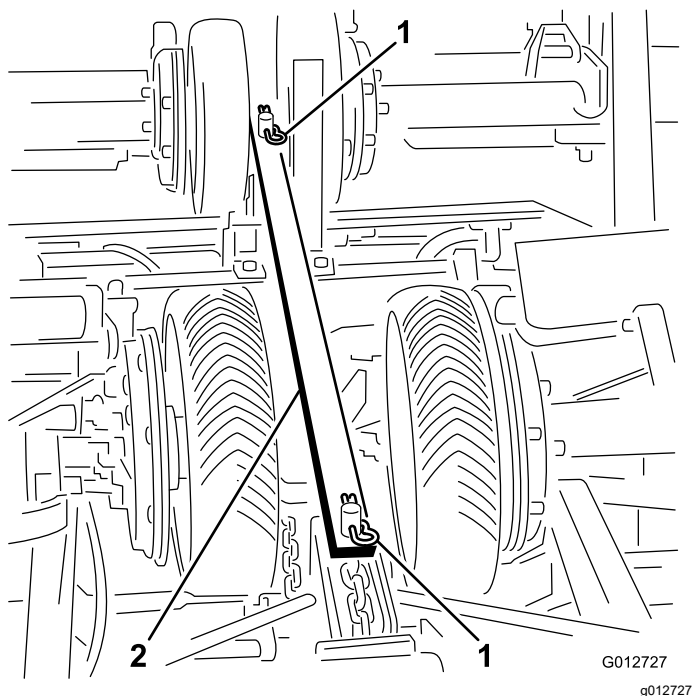
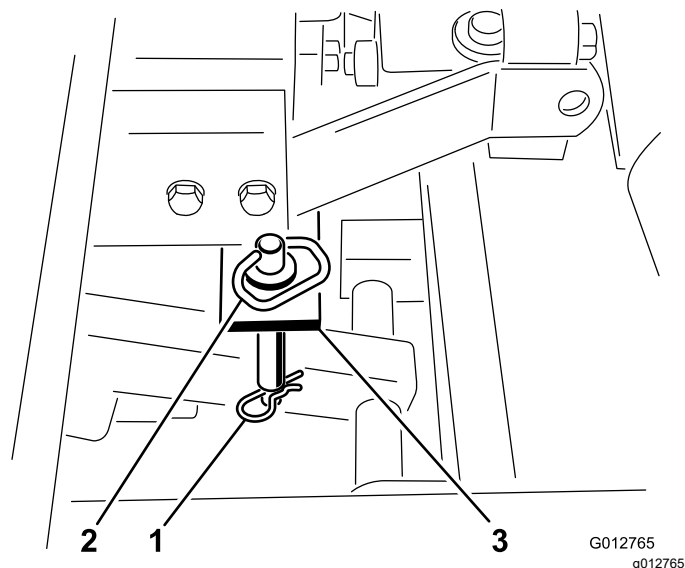

图 19
图 21
1. 卸下将运输箍带固定到中心机架槽的发卡销然后提起箍带图 19。
3. 卸下将锁定销固定到中央气瓶架的发卡销图 21。
5. 在准备继续剪草时应从提升臂上取下运输箍带。存放在中央机架槽上并用发卡销固定图 19。卸下固定在锁定支架上的锁定销并用发卡销将其固定到气瓶架上图 21。